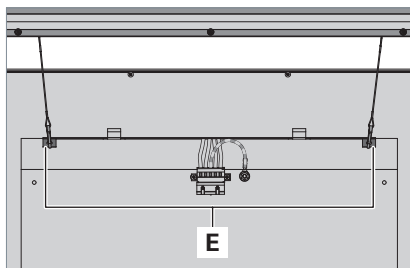

Fig. 7: Accrocher l'élément de lumière directe.
- Accrochez l'élément de lumière directe dans les deux crochets **E** sur le cadre du luminaire, voir Fig. 7.